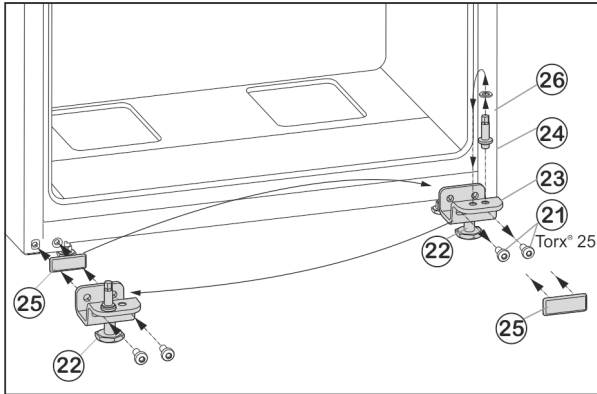

Fig. 9
- ▶ Bevestigingsschroeven Fig. 9 (21) losschroeven.
- ▶ Onderste scharnierplaat Fig. 9 (23) volledig met scharnierbouten Fig. 9 (24), schijf Fig. 9 (26) en stelvoet Fig. 9 (22), verwijderen.
- ▶ Scharnierbouten Fig. 9 (24) volledig met schijf Fig. 9 (26) losschroeven, terugplaatsen in het tegenoverliggende opnamemat van de scharnierplaat en weer vastschroeven.
- ▶ Afdekplaat Fig. 9 (25) voorzichtig verwijderen en terugplaatsen op de andere zijde.
- ▶ Onderste scharnierplaat Fig. 9 (23) volledig met scharnierbouten Fig. 9 (24), schijf Fig. 9 (26) en stelvoet Fig. 9 (22) weer op de nieuwe scharnierzijde evt. met behulp van een accuboormachine **vast**schroeven (met 4 Nm).
- ▶ Deur van bovenaf op de scharnierbouten Fig. 9 (24) plaatsen.
- ▶ Stelvoet Fig. 9 (22) uit de onderste scharnierplaat Fig. 9 (23) draaien totdat deze op de grond ligt.